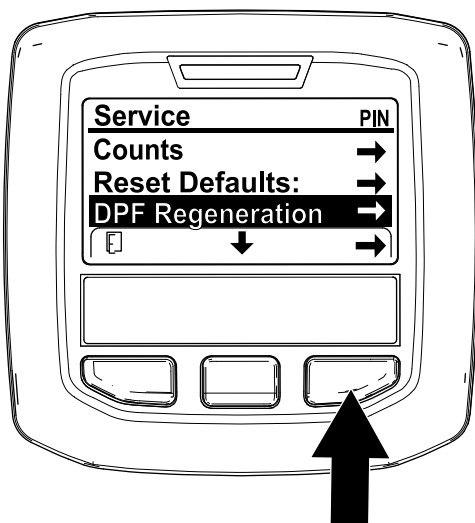

Figura 40
1. Aceda ao menu de manutenção, pressione o botão central para se deslocar para a opção DPF REGENERATION (Regeneração do DPF) (Figura 40).
2. Pressione o botão direito para seleccionar a entrada Regeneração do filtro de partículas de gásóleo (Figura 40).